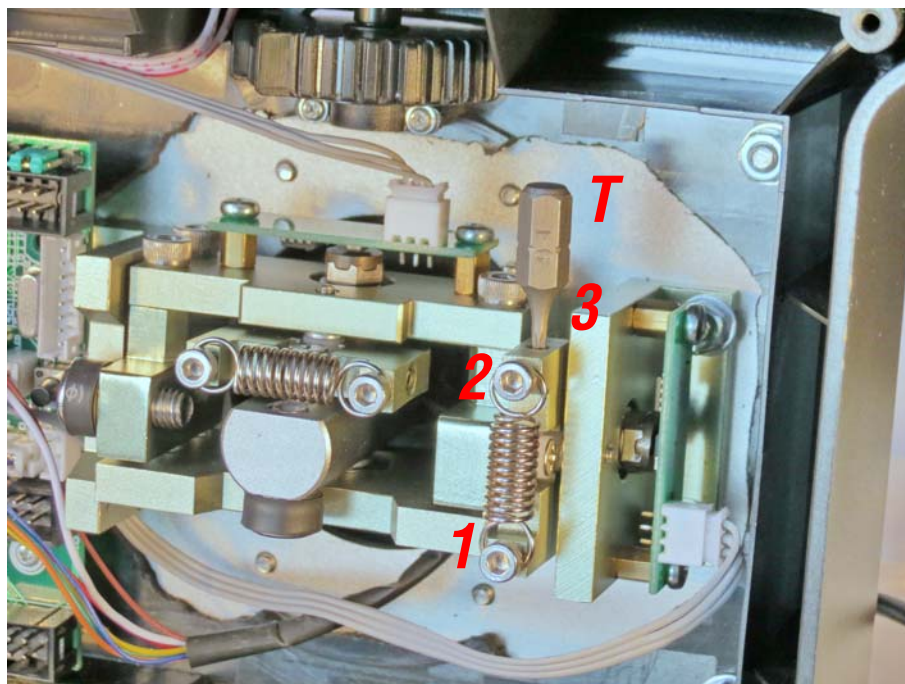

Рис. 3.4.
3. Вращением при помощи звездочки (torx) Т-6 *T* регулировочного винта *3* (рис. 3.4) добейтесь устранения люфта оси.